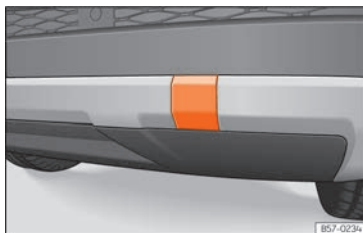

Abb. 103 Auf der rechten Seite des hinteren Stoßfängers: Abdeckung entfernen.
Die Abschleppöse wird in die hinter einer Abdeckung auf der rechten Seite des hinteren Stoßfängers befindliche Aufnahme eingeschraubt » Abb. 103. Die serienmäßig mit einer Anhängervorrichtung ausgestatteten Fahrzeuge verfügen **nicht** über eine Aufnahme für die Abschleppöse. In diesem Fall ist zum Abschleppen der Kugelkopf heraus zu ziehen oder anzubauen » Seite 349, » ⓘ.
- Drücken Sie auf den oberen Bereich der Abdeckung » Abb. 103 und klinken Sie diese aus.